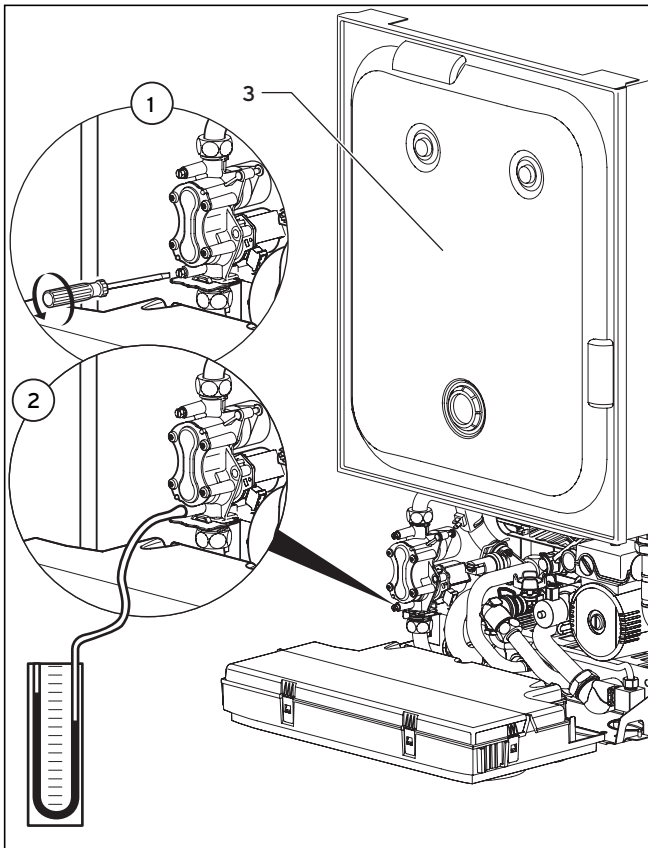

Рис. 6.3 Проверка давления подключения
Для проверки давления подключения соблюдайте следующий порядок действий (см. рис. 6.3):
- Ослабьте четыре винта крышки камеры (3 на рис. 6.3) и снимите ее.